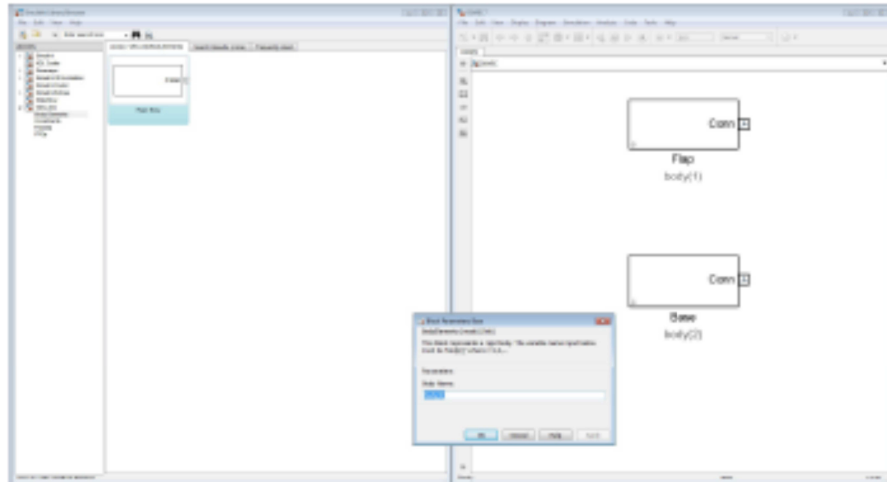

Figure 6.8: Adding two Rigid body blocks to the OSWEC WEC-Sim model
**ステップ 1:** Simulink モデルファイルの WEC-Sim ライブラリから 2 つの Rigid Body ブロックをドラッグし配置する。図 6.8